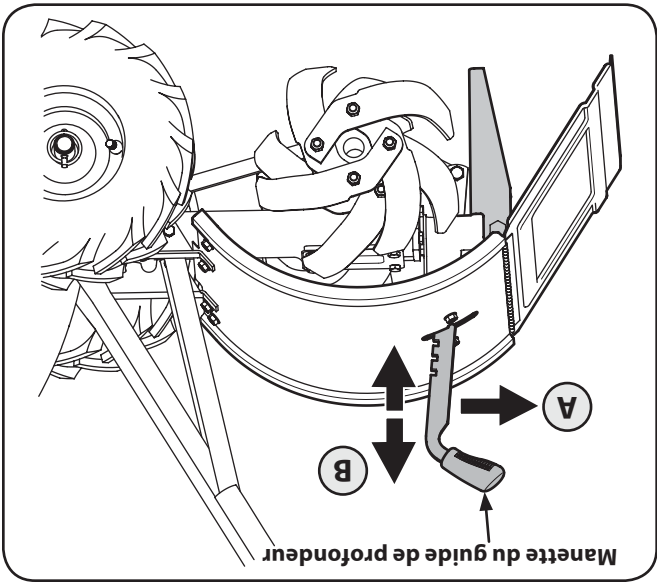

Figure 5-1
3. Abaissez complètement la poignée du guide de profondeur à la position de transport pour que les dents ne touchent pas le sol. Tirez ce levier en ligne droite vers l'arrière (A) et glissez-le vers le haut ou le bas (B) pour l'insérer dans l'encoche correspondant à la profondeur désirée. Voir la Fig. 5-1.